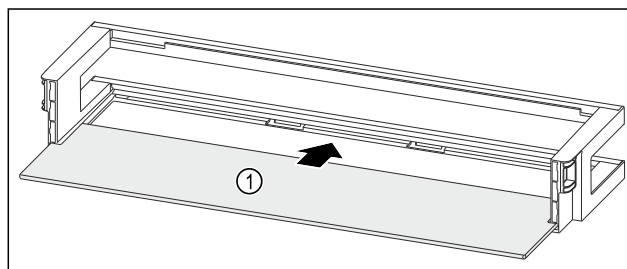

Fig. 225 Balconnet de contre-porte avec tablette de rangement
- Insérer la tablette de rangement Fig. 225 (1) dans les évidements latéraux.